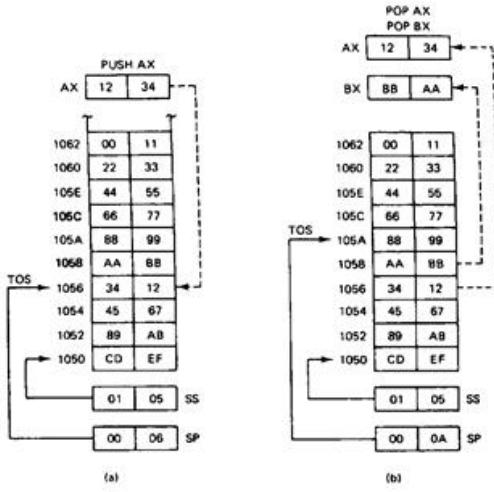

Figura 2.9: (a) Pila Con POP (b) Despu s de ejecutar POP
- Instrucciones Call, Return, Push y Pop (Figura 2.9).